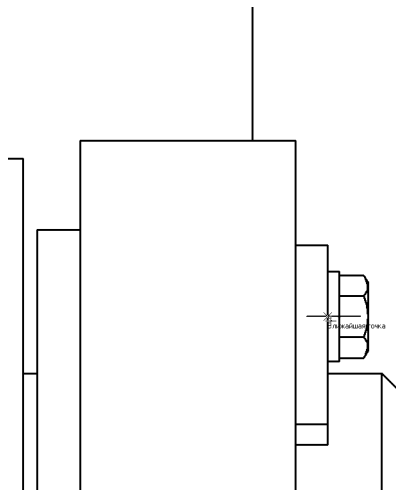

Рис. 57.26.
2. Проставьте вспомогательную точку (рис. 57.26). Это необходимо сделать для того, чтобы не потерять положение базовой точки шайбы и облегчить ее повторное размещение на чертеже.